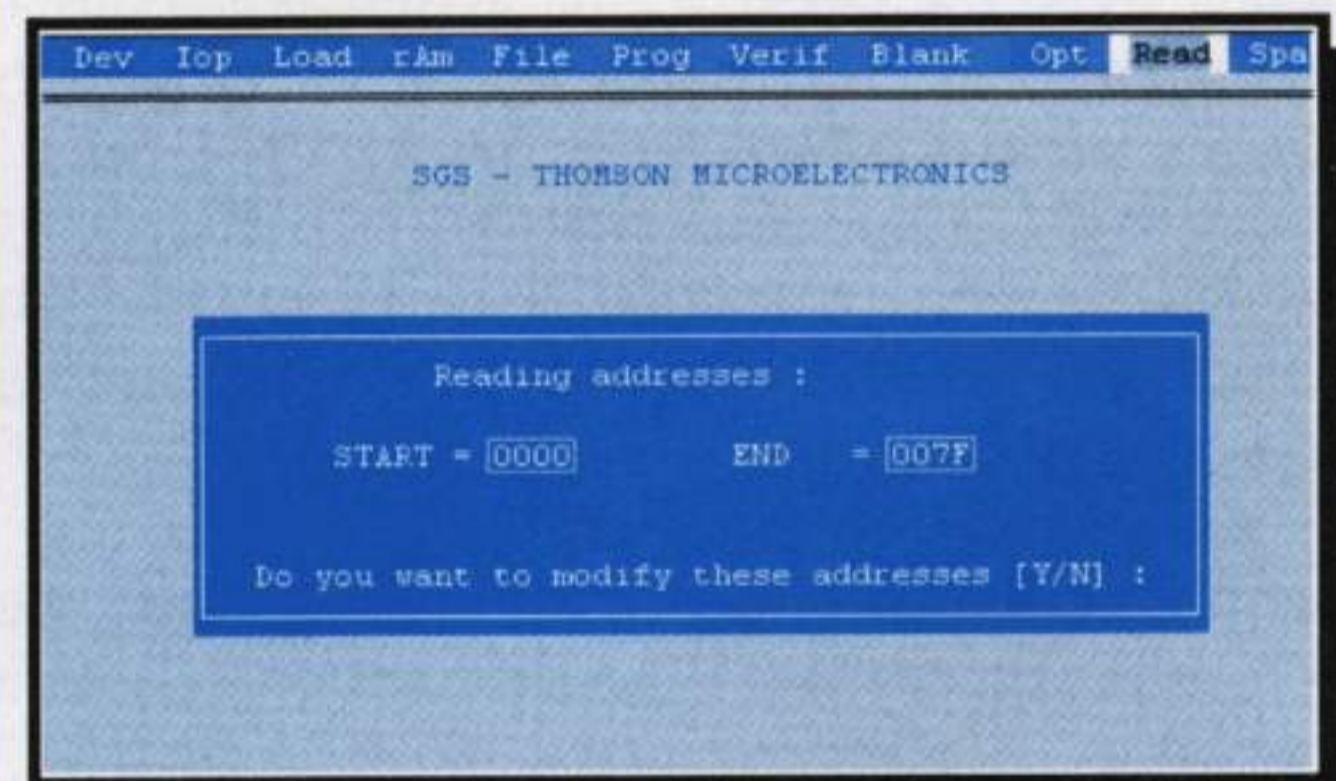
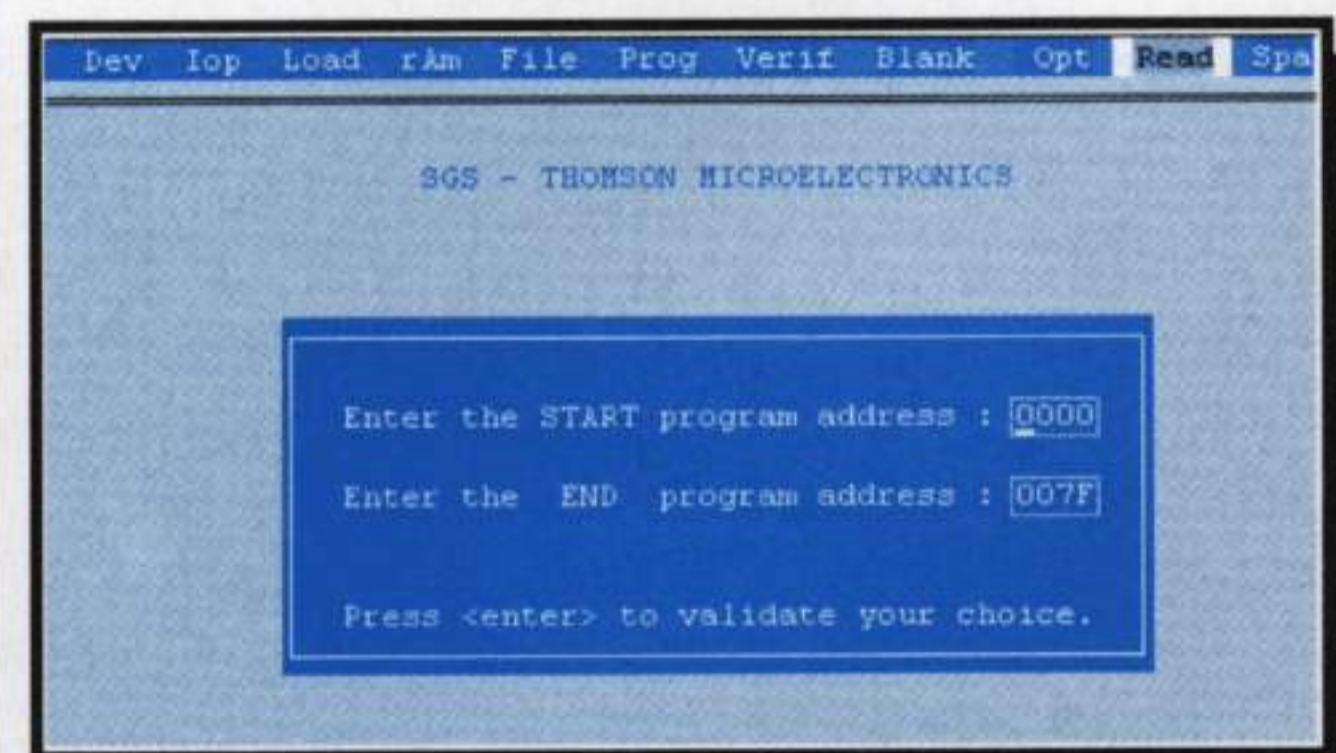

Fig.14 Portate il cursore sulla finestra in alto con scritto **READ** poi pigiate **Y**.
Fig.15 Quando apparirà questa finestra pigiate **2 volte di seguito** il tasto **Enter**.
– Per vedere il contenuto della **EEPROM** andate sulla scritta **Read** poi digitate **Y** (vedi fig.14) e nella finestra che appare (vedi fig.15) pigiate Enter **due volte**.